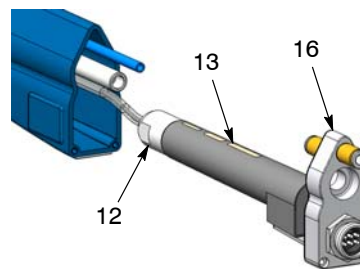

Abb. 38 Spannungsvervielfacher aus dem Gehäuse ziehen
7. Siehe Abbildung 38. Die Wärmesenke (16) mit daran befestigtem Spannungsvervielfacher (13) aus dem Gehäuse ziehen, bis Sie die Spannungsvervielfachermutter (12) greifen können.